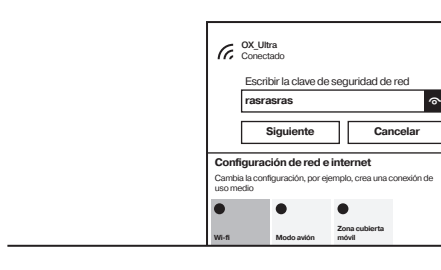

Figura 15
2. En el ordenador portátil (compatible con Wi-Fi 5.8GHz), busque la red con el nombre del modelo de la aeronave (por ejemplo, OX) y conéctese usando la clave "rasrasras". (Figura 15)